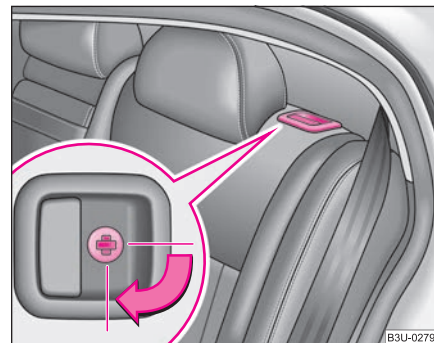

Fig. 72 Bloqueo del
- Se bloquean los botones de desenclavamiento girando con la llave principal la ranura en la cerradura hacia la derecha ⇒ página 89, fig. 72.